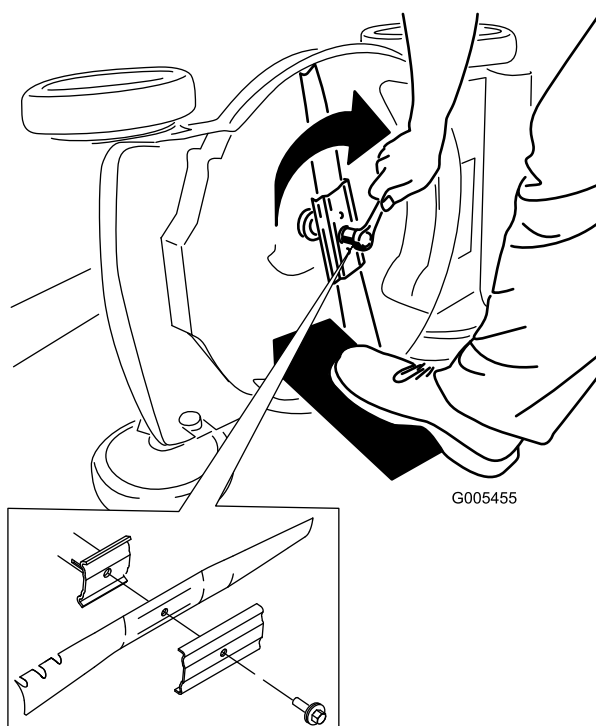

Figure 37
- Montez la nouvelle lame et toutes les fixations (Figure 37).